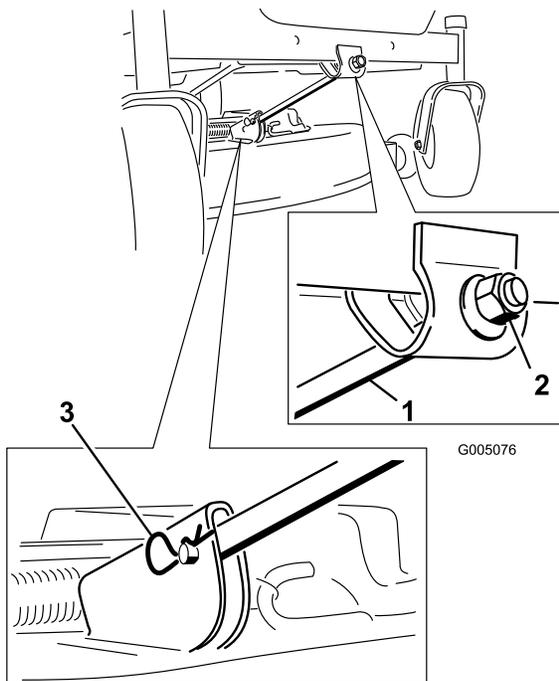

Bild 43
4. Entfernen Sie den Splint und den Lastösenbolzen von der vorderen Stützstange (Bild 43). Lassen Sie die Vorderseite des Mähwerks vorsichtig auf den Boden ab.
- Befestigen Sie die vordere Stützstange mit den Lastösenbolzen und Splints am Mähwerk (Bild 43).